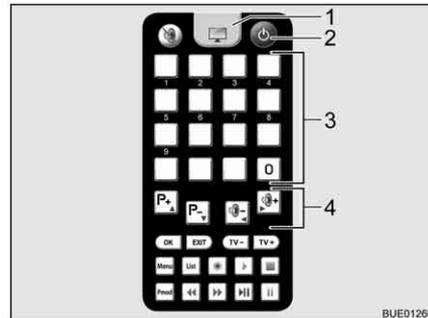

Bild 27 Fernbedienung Fernsehgerät
- Auf der Fernbedienung für das Fernsehgerät Taste "⏻" (Bild 27,2) drücken. Die Anlage geht in den Suchmodus. Ein Dauerton ertönt.
- Zum Umschalten auf Fernsehempfang auf der Fernbedienung für das Fernsehgerät die Fernsehtaste (Bild 27,1) drücken. Der Signalton endet. Ein Bild erscheint auf dem Bildschirm.
- Über die Speichertasten (Bild 27,3) auf der Fernbedienung für das Fernsehgerät oder über die Funktionstasten (Bild 27,4) den gewünschten Sender wählen.